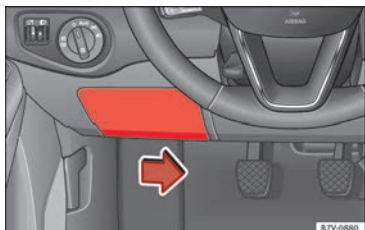

Abb. 58 Auf der Fahrerseite in der Instrumententafel: Abdeckung des Sicherungskastens.
- Zum Entriegeln des Deckels den Verriegelungshebel an der Unterseite nach rechts drücken » Abb. 58.